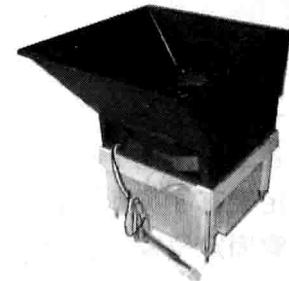

图 1-5 CPU 风扇与散热片
②完成 CPU 安装之后，再安装 CPU 散热片和风扇，如图 1-5 所示，其安装步骤如下：